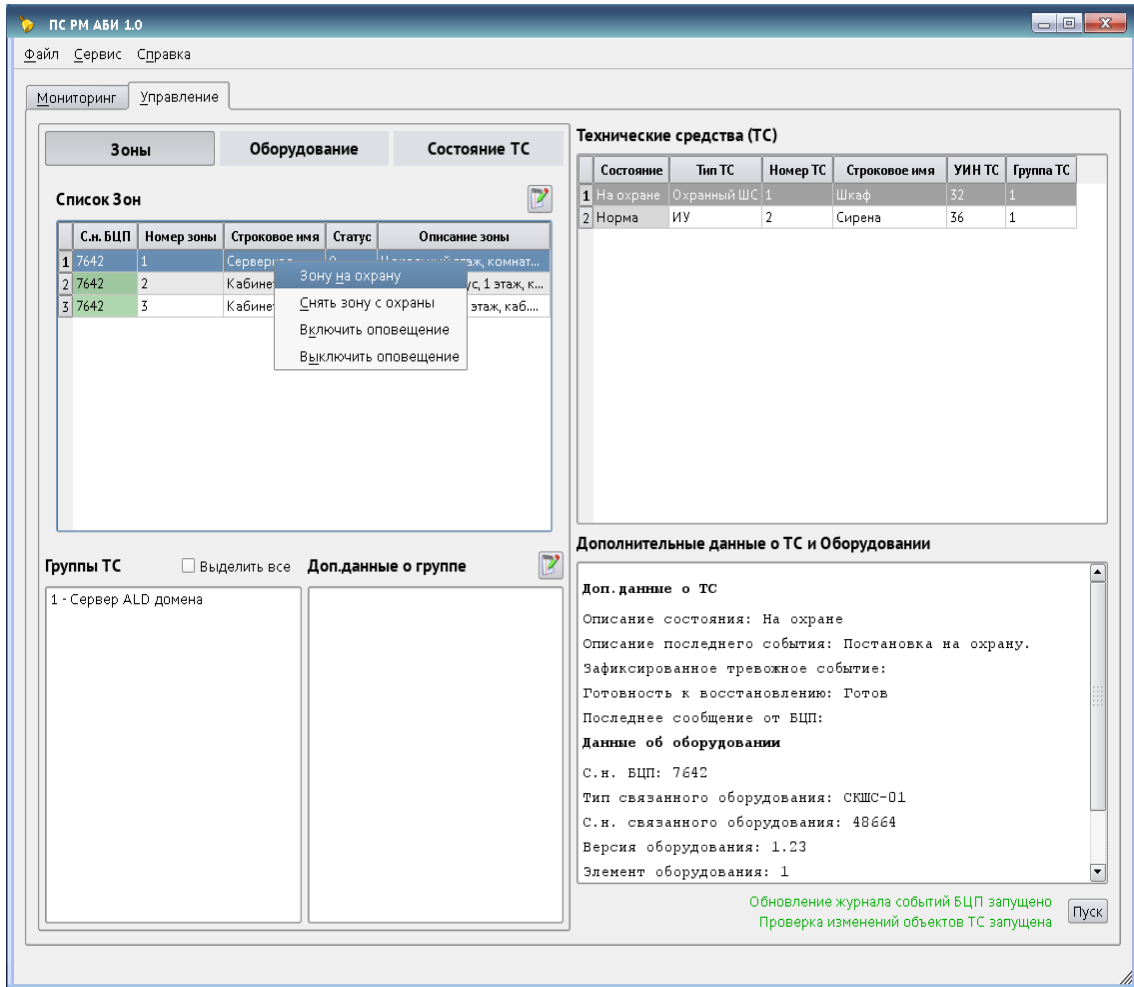

Рис. 3 – Постановка зоны на охрану
- все зоны объекта охраны (выбранные зоны, группы ТС, или отдельные ТС) перевести в режим «Поставлен на охрану» (рис. 3).